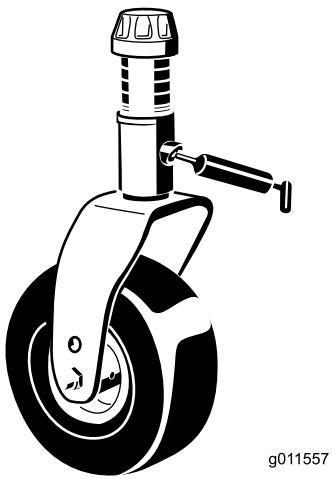

Figura 15
- Casquillos (4) del eje de la horquilla de las ruedas giratorias (Figura 15).